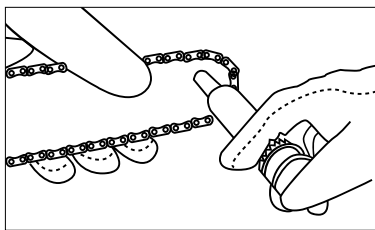

Рис. 28
3. Поместете иглообразна дюза на спринцовката в отворствие за смазване и инжектрайте смазку докато тя не се появи на външния ръб на верижното зъбно колело на шината (рис. 28).